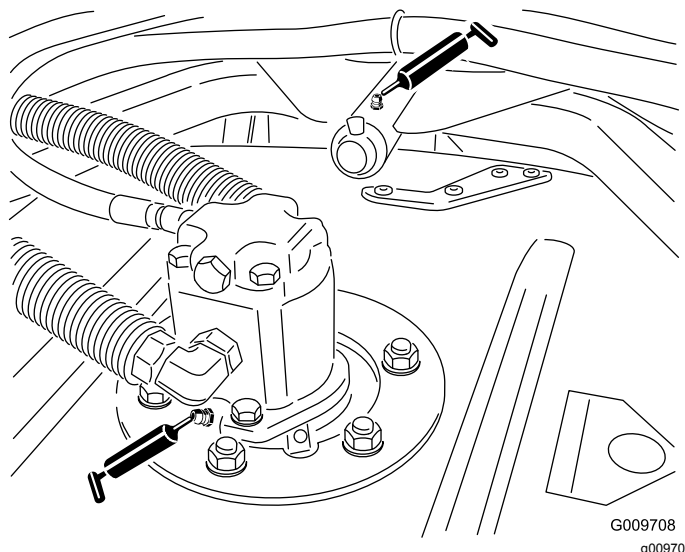

Figure 62
- Roulements d'axes de pivot de plateau de coupe (2 par plateau de coupe), comme montré à la Figure 62.
- Roulements de bras de bâti porteur de plateau de coupe (1 par plateau de coupe), comme montré à la Figure 62.